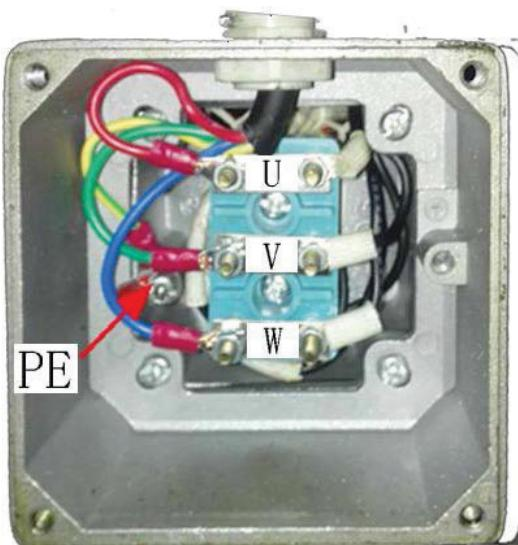

fig.10
- Connexion de la ligne électrique : Connecter la ligne électrique 380V triphasée à quatre fils (câble de 3x2,5MM2+1x1,5 MM2) aux interfaces U, V, W et à la borne d'entrée de l'armoire de commande, et connecter le fil de mise à la terre PE au boulon de mise à la terre étiqueté en premier lieu, puis aux boulons de mise à la terre étiquetés au bas des deux plates-formes (Fig. 10, 11).